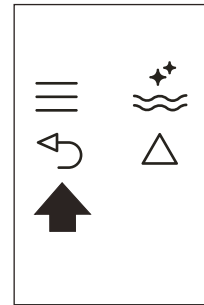

Fig. 25
- Appuyez sur l'icône ↶ (B6) (Fig. 25) deux fois pour sortir du menu.